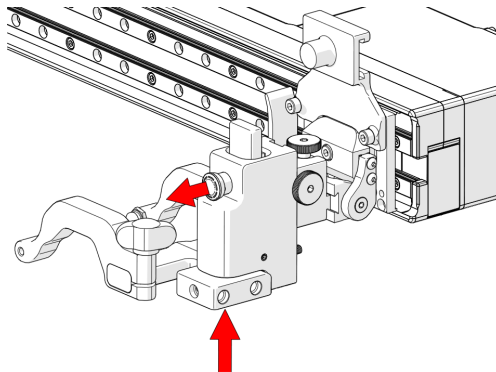

Abbildung 2-108 Nach oben drücken und Verriegelung ziehen
1. Heben Sie den Schwerlast-Prüfkopfhalter vorsichtig an und ziehen Sie gleichzeitig an der Verriegelung (Abbildung 2-108 auf Seite 118). Dadurch wird der Prüfkopfhalter entriegelt.